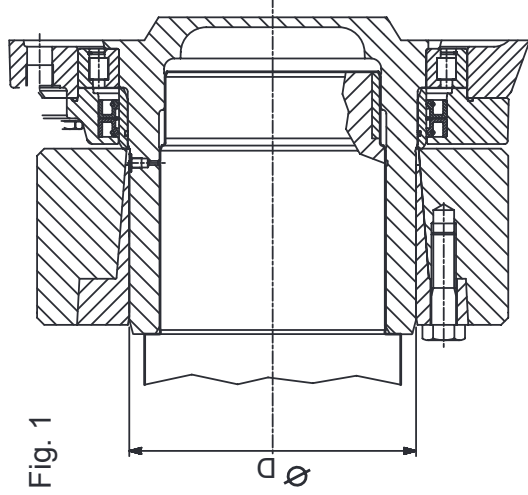

Fig. 1
2) Den Sitz der Kupplung schmieren (Abb.1, Punkt A). Eine neue Kupplung braucht zum Einfetten nicht ausgebaut zu werden. Nur bei Überholung einer gebrauchten Kupplung muss der Bereich C geschmiert werden.